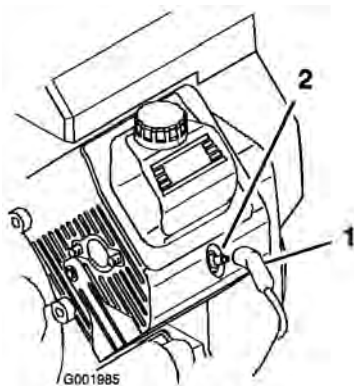

Figura 49
3. Desconecte los cables de las bujías (Figura 49).
3. Conecte los cables a las bujías (Figura 49).